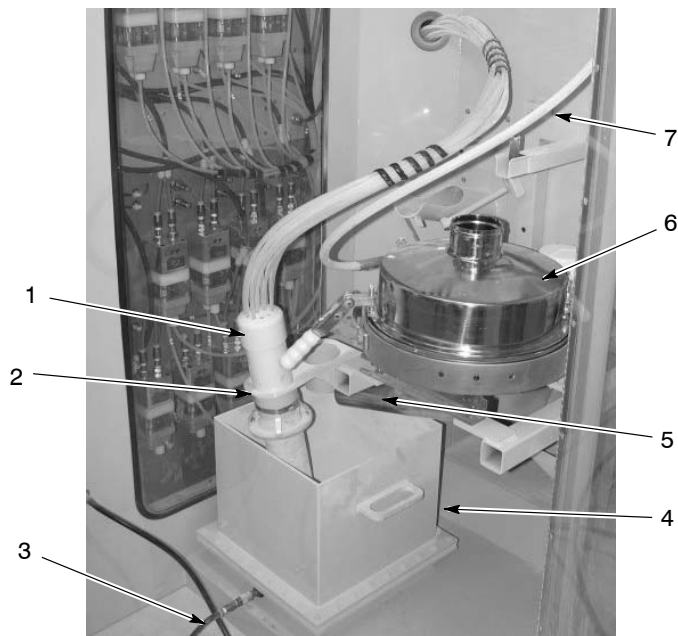

Рис. 11 Установка и соединения бункерного питателя и просеивателя
4. См. рис. 11. Установить бункерный питатель (4) под направляющую ствола (2).
5. Убедиться, что разгрузочный желоб (5) просеивателя находится в положении, при котором просеянный порошок будет падать в бункерный питатель. Для регулировки положения желоба освободить застёжки колпака просеивателя, повернуть желоб и снова зафиксировать застёжки.
6. Подсоединить воздушный шланг псевдоожижения (3) к поддону псевдоожижения питателя.
8. Подсоединить перекачивающие шланги (7) рекуперированного порошка, если предусмотрены, и свежего порошка к впускным ниппелям колпака просеивателя.
14. См. рис. 11. Вставить стволы в их направляющие.